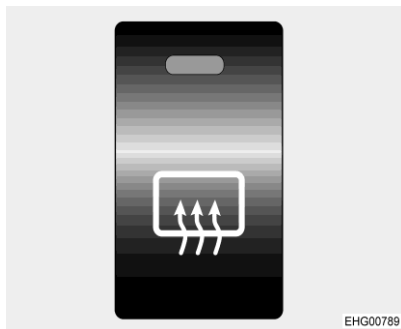

Bild 38 Brytare värme ytterspeglar
- Tryck på brytaren (Bild 38) på instrumentbrädan. Kontrollampan på reglaget visar att funktionen aktiverats.